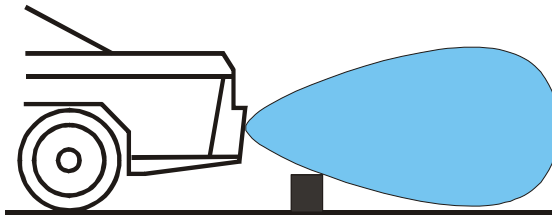

Рис. 10
7.2 Минимальное расстояние обнаружения бордюра (и других низко расположенных объектов), т.н. ширина «вертикальной мертвой зоны», зависит от высоты и угла установки датчиков (см. рис. 10). Например при высоте установки датчиков 60 см, минимальное расстояние обнаружения бордюра высотой 20 см будет около 70 см, а при высоте датчиков 40 см и угле наклона 7° минимальное расстояние обнаружения такого бордюра бу-